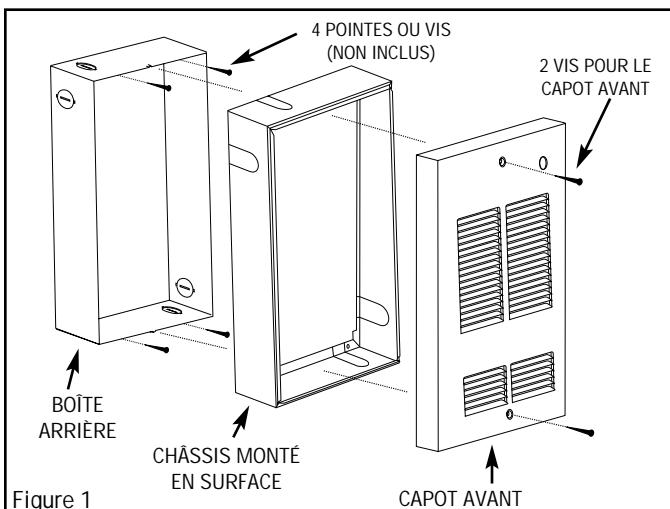

Figure 1
2. Si l'alimentation électrique provient de l'intérieur du mur ou du plafond, enlevez la pastille amovible dans le fond de la boîte arrière, puis installez le collier de serrage en laissant au moins 20 cm (8 po) de câble à l'intérieur de la boîte arrière. Fixez la boîte arrière à la structure du bâtiment en utilisant les quatre trous prévus à cet effet dans la boîte arrière (voir la figure 1).